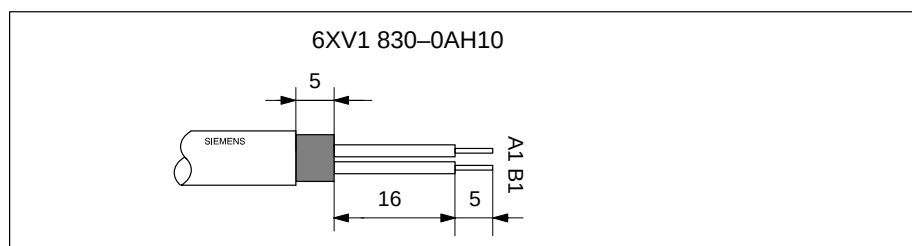

Figura 3-14 Longitud de pelado del cable para la conexión a un conector de bus (6ES7 972-0B.40 ...)
1. Pelar el cable de bus conforme a la figura 3-14.